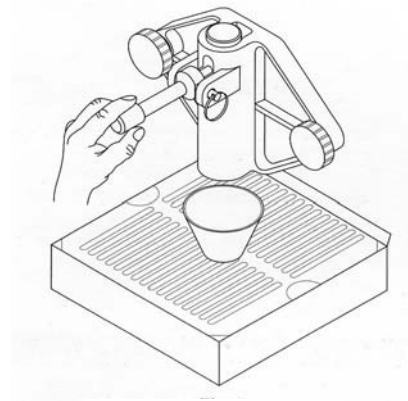

Fig. 17
2. Open the spigot plunger (Fig. 17)